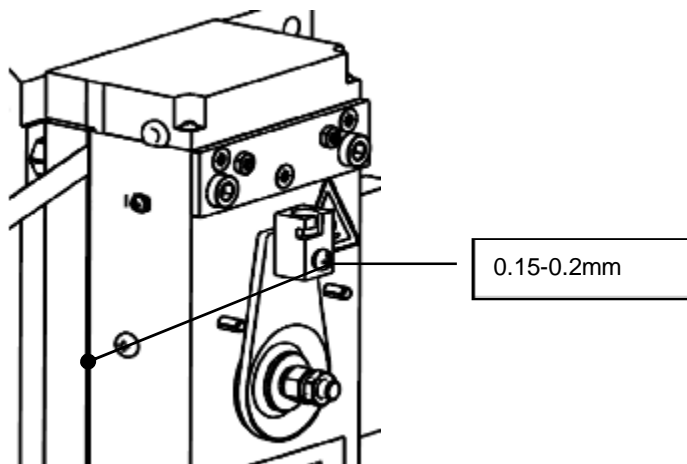

图 52 气隙值
- A. 将左侧制动器气隙调整至 $0.15\text{--}0.2\text{mm}$ 见 (P28 图 52) 所示。
- 丨 如出现无法复位情况，现场人员需将扳手复位到“未松闸状态”（如图 52 所示），并告知生产商售后人员。